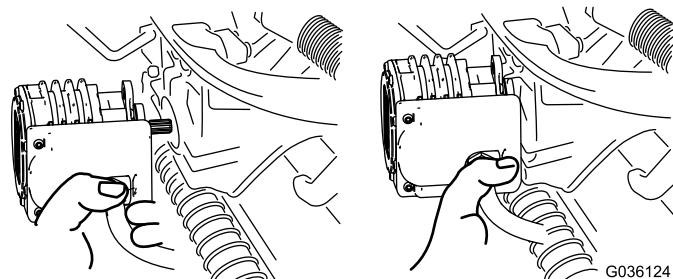

図 36
4. 外したモータは、サスペンションアームの前部にある一時保管位置にセットしておく **図 36**。